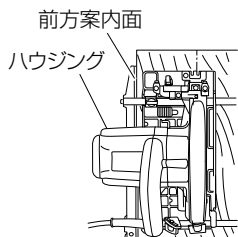
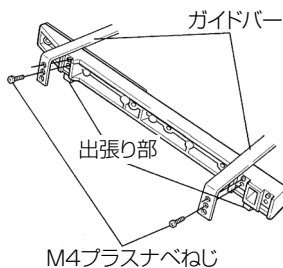

図 33
図 34
- (2) 図 33 のように、ロングガイドをハウジング側に付けて使用する場合は、前方案内面を前側にするため、ガイドバーを反対に付け直す必要があります。ロングガイドの M4 プラスナベねじ (2 本) を取りはずし、2 力所の出張りが下にくるようにガイドバー (2 本) を付け直してご使用ください。(図 34)